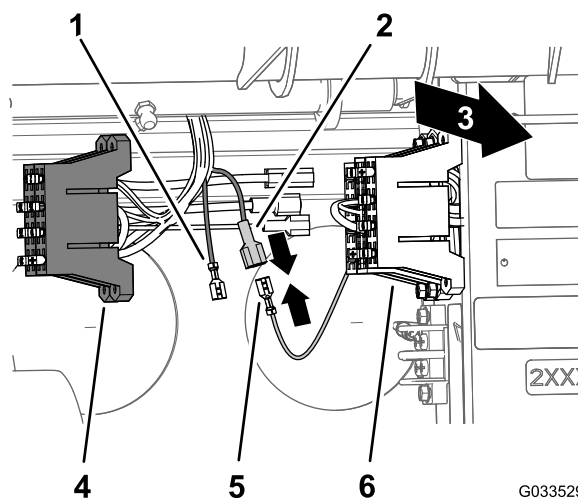

Figure 25
3. Branchez la borne femelle non isolée du porte-fusibles de la machine sur la borne mâle isolée du porte-fusibles du câblage du pulvérisateur (Figure 25).
2. Localisez la borne femelle non isolée au bout du câble jaune libre du porte-fusibles de la machine et la borne mâle isolée au bout du câble jaune optionnel du porte-fusibles du câblage du pulvérisateur (Figure 25).